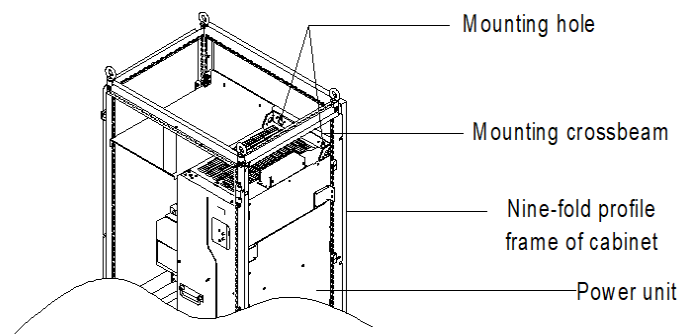

Рис. 4-10 3D вид шкафа для моделей GD270 280–500 кВт 46
- ✧ Для монтажа в шкафу см. схему расположения шкафа на рис. 4-10. Размеры рамы шкафа составляют 2200\*800\*600 (единица измерения: мм, включая верхнюю крышку вентиляции шкафа H200). Чтобы закрепить крепление в шкафу, необходимо установить основание шкафа H100.44 Воздушная перегородка должна быть установлена в верхней части шкафа, чтобы предотвратить циркуляцию горячего воздуха на выходе ПЧ GD270 внутри шкафа. Уплотнительная губка 40X40 должна использоваться в положении, соответствующем воздушной перегородке на панели передней дверцы, что предотвращает короткое замыкание воздуховода. Кроме того, в нижней части дверцы шкафа должны быть выполнены отверстия для выпуска воздуха.
- (2) Когда вам нужно смонтировать GD270 280–500 кВт в шкаф с девятикратным профилем глубиной 600 мм необходимо согнуть монтажную перекладину внутрь (показано на рис. 4-10), чтобы использовать пространство стойки, которое не является необходимым для установки в стандартный шкаф или шкаф глубиной 800 мм. 46